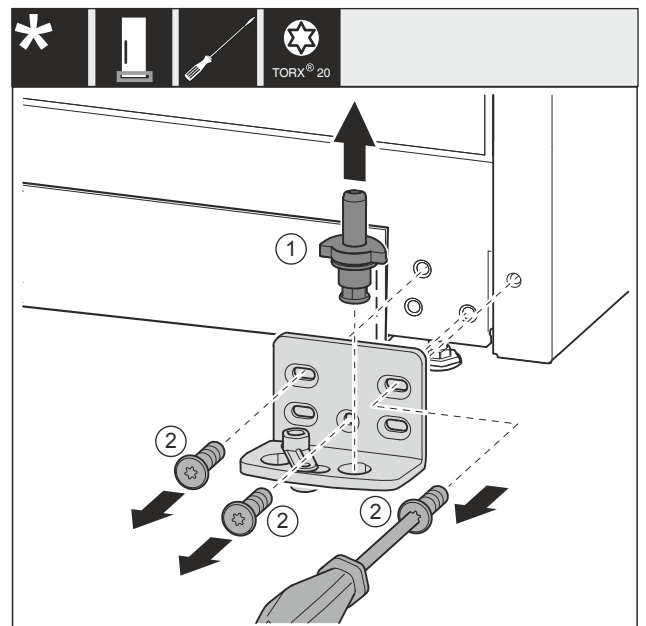

Fig. 33 *
- ▶ Повністю витягніть опорний гвинт Fig. 33 (1) рухом вгору.*
- ▶ Викрутіть гвинти Fig. 33 (2) за допомогою викрутки та зніміть опорний кронштейн.*